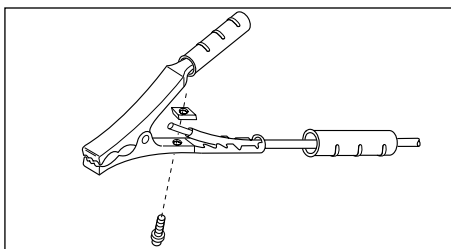

Figure 3 - Assemblage de la pince de contact
2. Passer le câble (identifié "Work" sur la façade de l'appareil) dans la poignée de la pince et introduire l'extrémité dénudée du câble sous la borne de la pince. Serrer le boulon en s'assurant que le fil est solidement fixé (Figure 3).